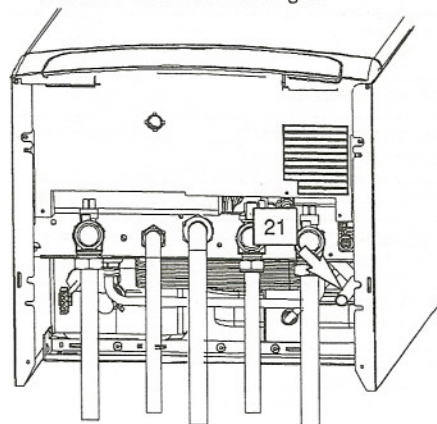

fig. 5.4
- 7 Conectar la descarga de la válvula de seguridad 21 en la fig. 5.4 a un cono de desagüe.